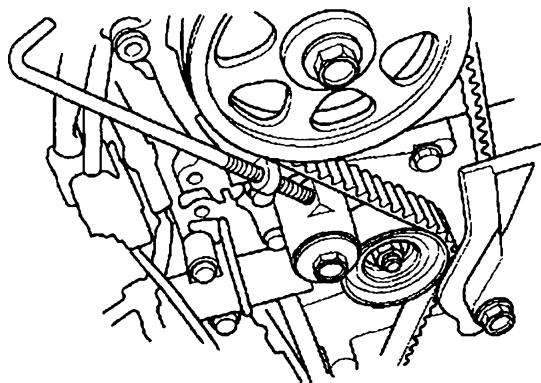

图 23-8 用螺栓固定正时带调节器
14) 按照图 23-8 所示, 用打磨好的螺栓把正时带调节器固定好, 并用手把螺栓拧紧。